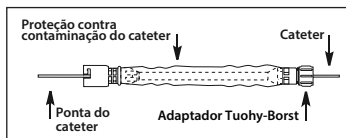

Figura 2
- Se estiver a utilizar uma proteção contra contaminação com um adaptador Tuohy-Borst (quando fornecido), insira a ponta do cateter pretendido através da extremidade do adaptador Tuohy-Borst da proteção contra contaminação do cateter. Faça o cateter avançar através da tubagem e do conector na outra extremidade (ver Figura 2).